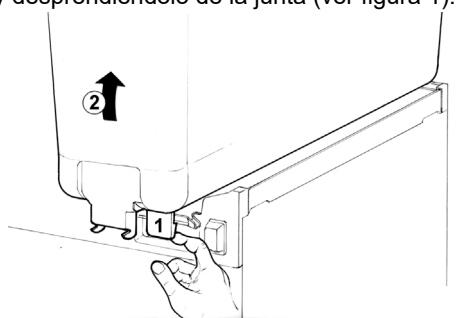

figura 1
- 2 Quitar el contenedor vacío levantándolo por la parte anterior y desprendiéndolo de la junta (ver figura 1).